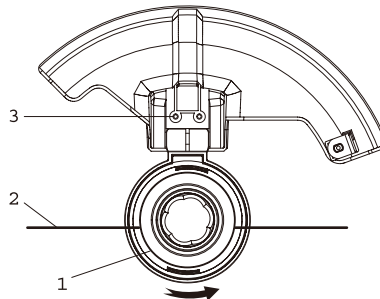

FIG. 7
1. Déposez l'outil sur le dos sur une surface de travail propre (fig. 7).
2. Faites glisser le protecteur dans la direction indiquée par la flèche (1).